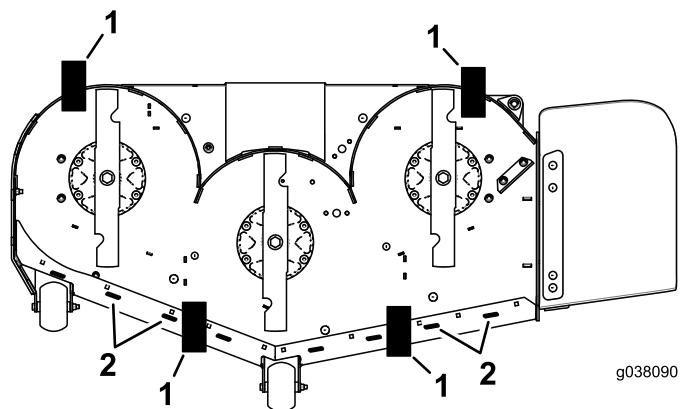

Figura 75
9. Coloque 2 bloques (ver Altura de bloque y soporte) debajo del borde trasero del faldón de la carcasa de corte, uno en cada lado de la carcasa de corte (Figura 75).